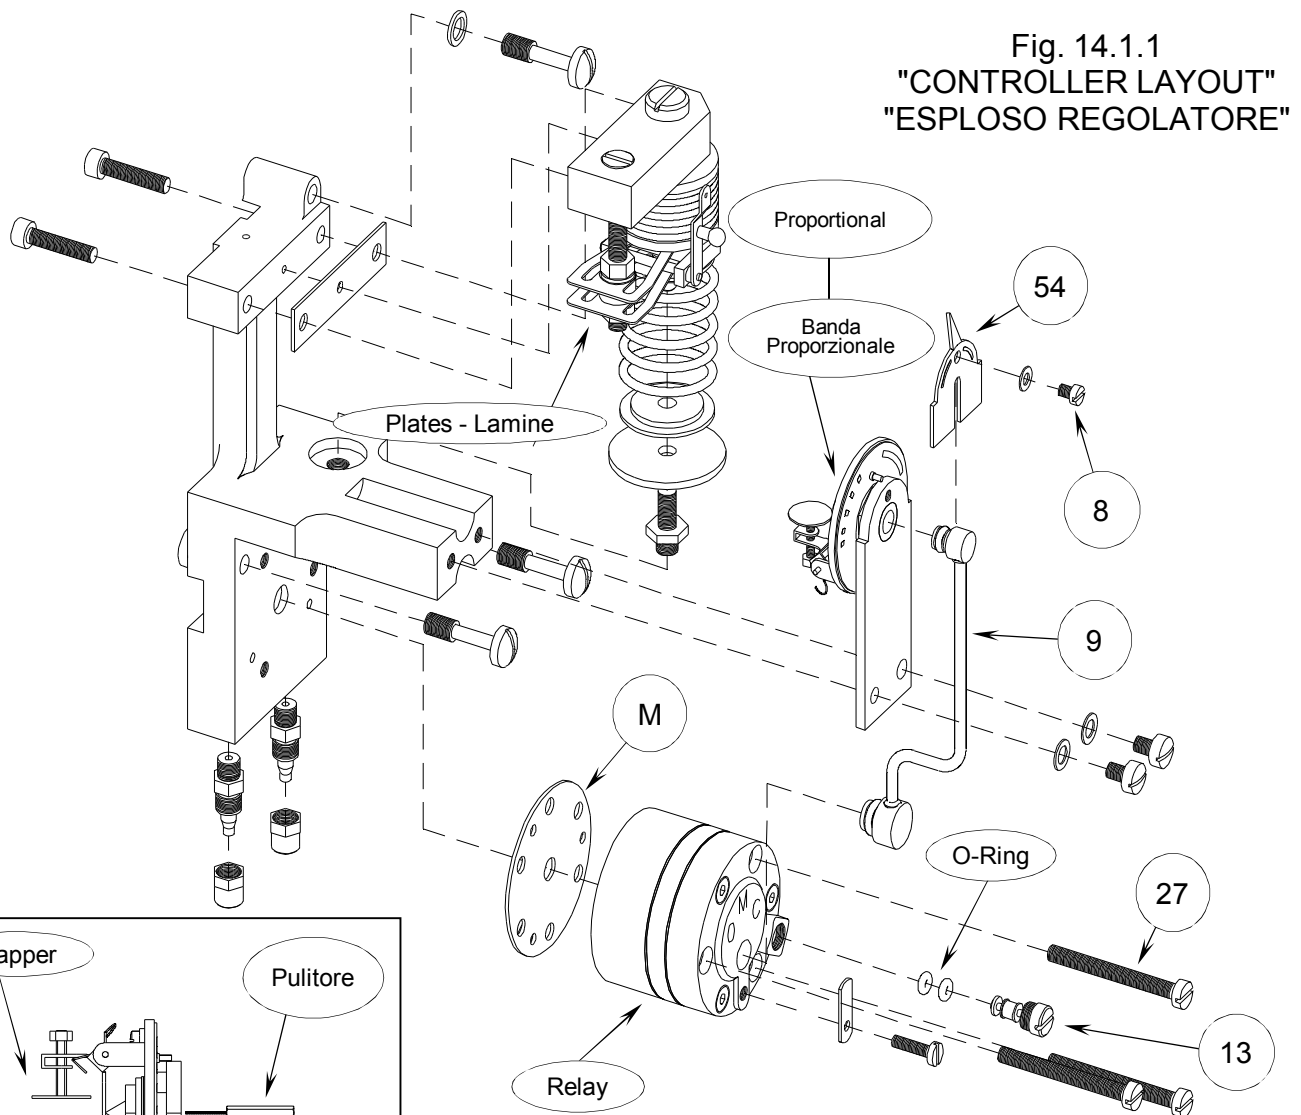
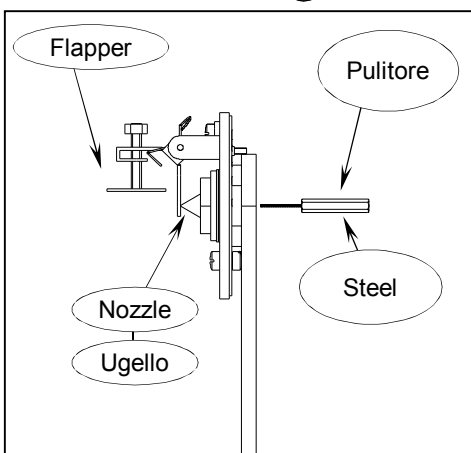
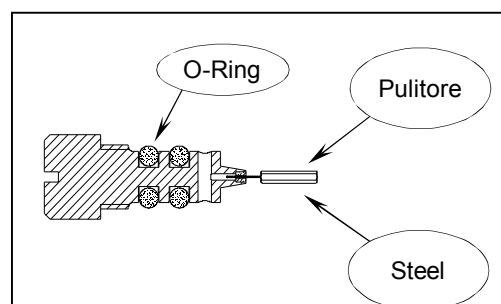

Fig. 14.1.1
Fig. 14.2.2
Fig. 14.1.2
Rimuovere la vite (13) Fig. 14.1.1 e pulire, come in Fig.14.1.2, tramite apposito pulitore posto sul coperchio all'interno dello strumento. Nel caso in cui la strozzatura fosse particolarmente ostruita l'operazione di pulizia potrà essere integrata da un bagno in trielina e da una successiva soffiatura con aria compressa. Prima di rimontare la vite (13) lubrificare gli O-Ring di tenuta con un velo di grasso al silicone.
Remove the screw (13) (see Fig. 14.1.1) and clean, as shown in Fig. 14.1.2, by means of the supplied steel wire situated inside the instrument. If the capillary orifice is obstructed, clean it with a bath in trichloroethylene and a blow of compressed air. Before fastening the screw (13), we recommend lubricating the O-rings by applying a coat of silicone lubricant.
Rimuovere la vite (8) Fig. 14.1.1 estrarre il quadrantino (54), il tubo (9) e pulire, come da Fig. 14.2.2, con l'apposito pulitore posto sul coperchio all'interno dello strumento. Durante questa operazione mantenere il flapper scostato dall'ugello, per evitare di scalfirlo. Prima di rimontare il tubo (9) lubrificare l'O-Ring di tenuta con un velo di grasso al silicone.
Unscrew the screw (8) (see Fig. 14.1.1). Remove the dial (54), the tube (9) and clean, as shown in Fig. 14.2.2, by means of the supplied steel wire situated inside the instrument. During this operation keep the oscillating plate away from the nozzle, to avoid scratching it. Before mounting the tube (9), we recommend lubricating the O-rings by applying a coat of silicone lubricant.